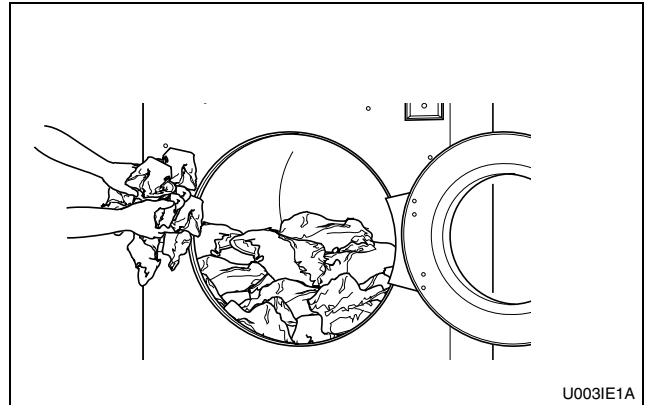

Figure 26
3. Charger à pleine capacité autant que possible. NE PAS SURCHARGER. Se reporter à la Figure 26.